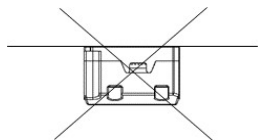

図3
- ・本製品を天井付けしないでください。壁付けは可。(図3)